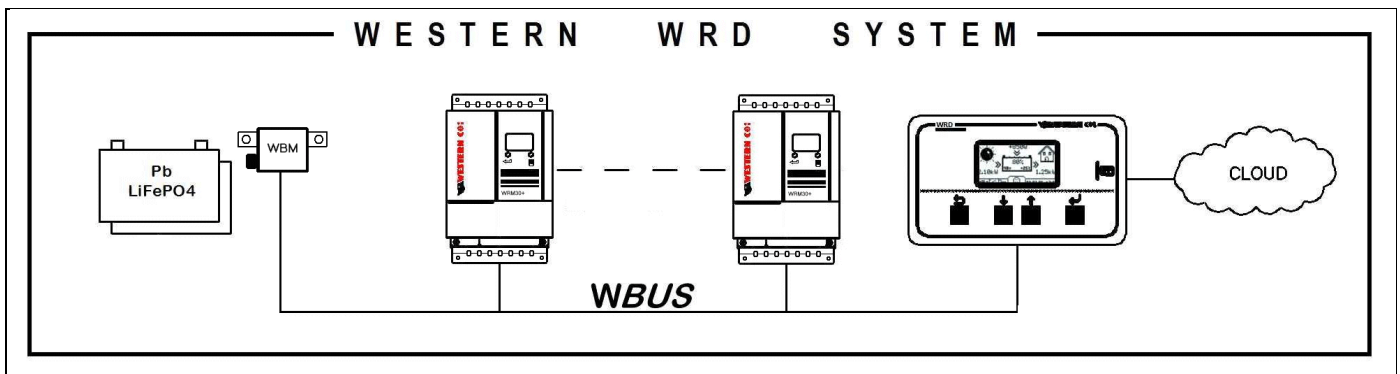

Fig. 3 Schéma illustratif du WESTERN WRD SYSTEM
- 2) Attente (~30 s.) jusqu'à ce que l'écran affiche l'animation dans l'icône de la batterie (*fig. 3 - indicateur du courant de recharge*)